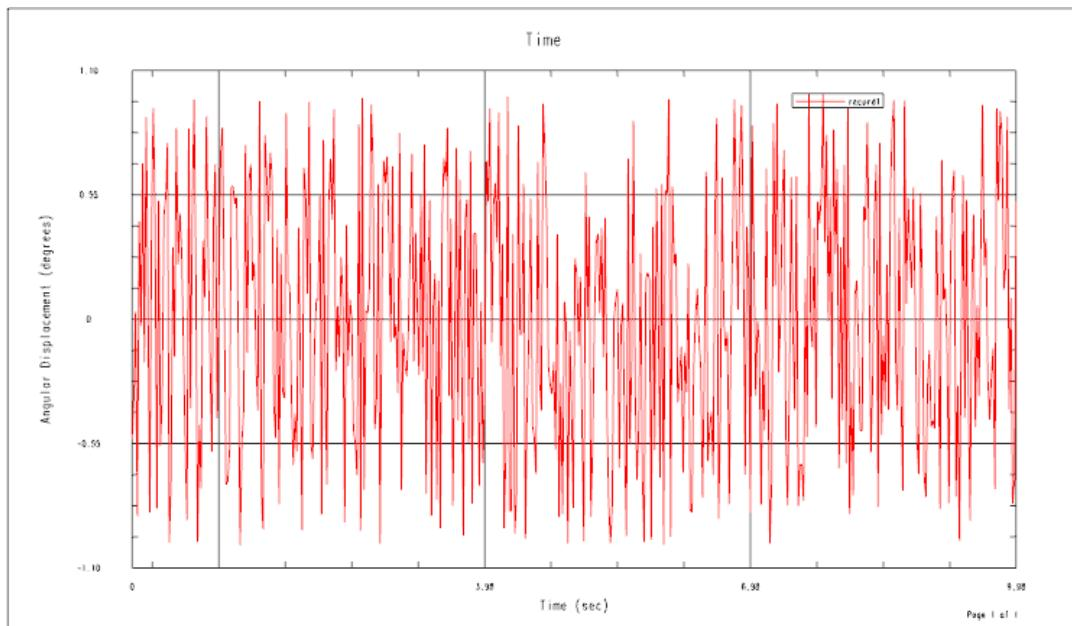

图 7.3.31 函数图形
- 在“XY 函数编辑器”对话框中单击“绘图”按钮 $\square$ ，可以在图形区中显示具体的函数图形，如图 7.3.31 所示；在“布局管理器”工具条中单击“返回到模型”按钮 $\odot$ ，可以返回到运动仿真环境。